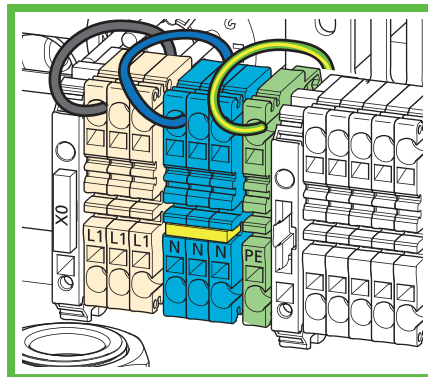

Abb. 14: 230V Anschluss
- ▶ Alternativ kann die Versorgungsleitung auch von der Rückseite eingeführt werden. Öffnen Sie die Vorprägung M32 auf der Rückseite des Gehäuses und führen Sie die Leitung mit dem im Zubehör beiliegenden Stufennippel M32 in das Gehäuse ein. Demontieren Sie die M25 Kabelverschraubung auf der Unterseite und verschließen Sie die Öffnung mit dem im Zubehör beiliegenden Verschlussstopfen. Schließen Sie die elektrische Versorgungsleitung an (Abb. 14). Die Fahrradladestation bietet eine optionale Durchschleifmöglichkeit bei 3-phasigen Zuleitungen. Es sind Zusatzklemmen zum Auflegen von 3 Phasen im Anschlussbereich vorhanden. Die Station selbst darf nur 1-phasig mit 230 V betrieben werden.